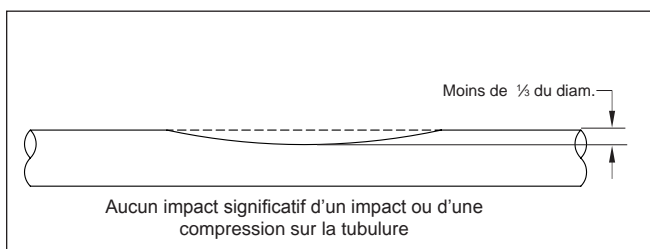

FIG. 5-2 Aucune réparation nécessaire
- Aucune réparation n'est nécessaire si la tubulure est légèrement affaissée tel qu'illustré à la **FIG. 5-2**.